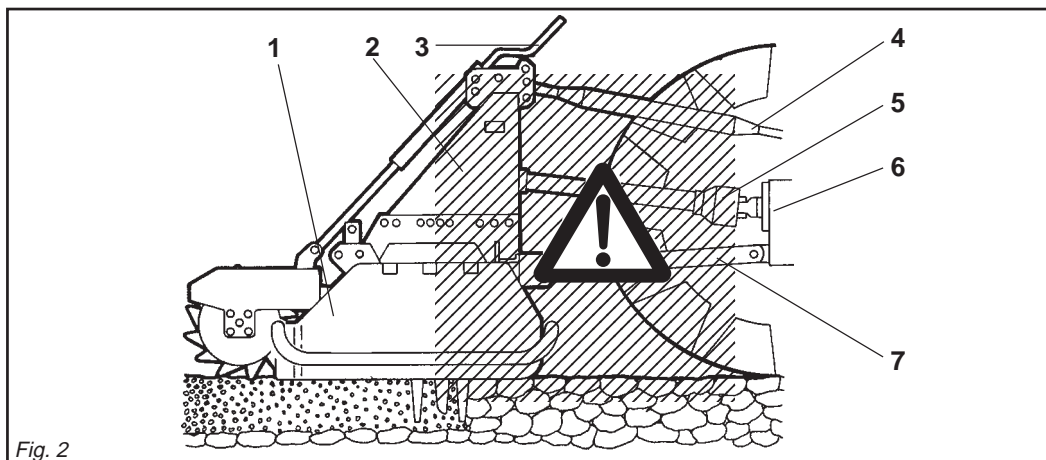

Fig. 2
- 28) È assolutamente vietato interporci fra il trattore e l'attacco della macchina per manovrare il comando dall'esterno per il sollevamento (Fig. 2).
- 28) *It is absolutely forbidden to stand between the tractor and the implement when manoeuvring the lift control from the outside (Fig. 2).*
- 28) Es ist absolut verboten, zwischen den Schlepper und den Anschluß zu treten, um die Aushebung von außen zu betätigen (Abb. 2).
- 28) *Il est absolument interdit de se mettre entre le tracteur et l'attelage pour manoeuvrer la commande de relevage de l'extérieur (Fig. 2).*